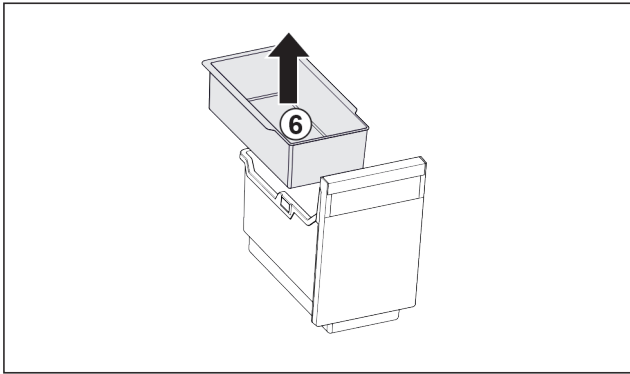

Fig. 170
- ▶ Извлеките Fig. 170 (6) подвесной лоток.